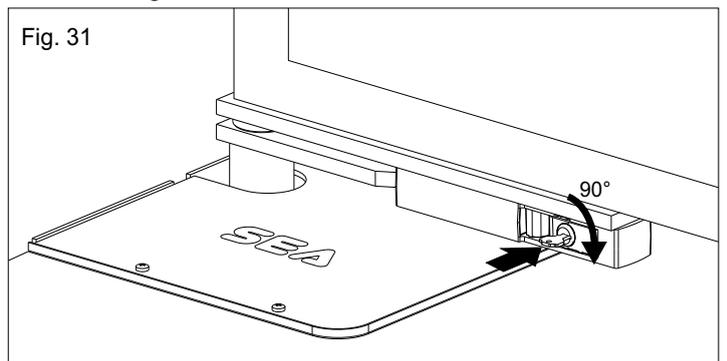

Fig. 31
- Insérer la clef fournie dans la serrure et tourner la de 90° dans le sens des aiguilles d'une montre (Fig. 31).